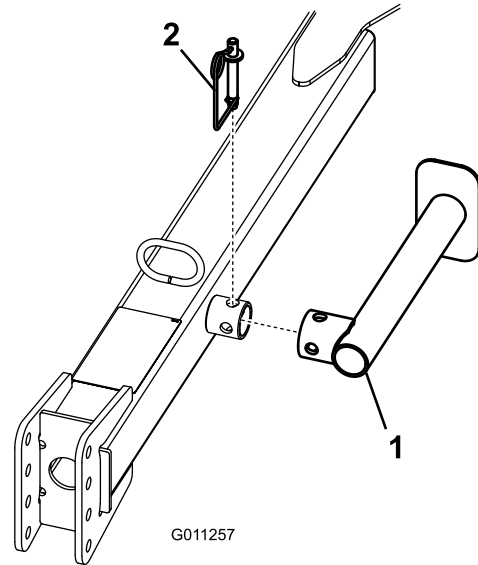

Figure 8
3. Retirez la goupille élastique, tournez le cric vers le bas et remettez la goupille élastique (Figure 8).